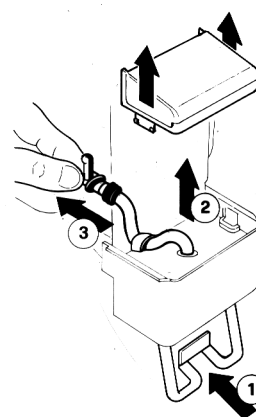

figure 9
de son siège vertical (2) sur le corps du robinet et de celui horizontal (3) sur le fond du réservoir (voir figure 9).